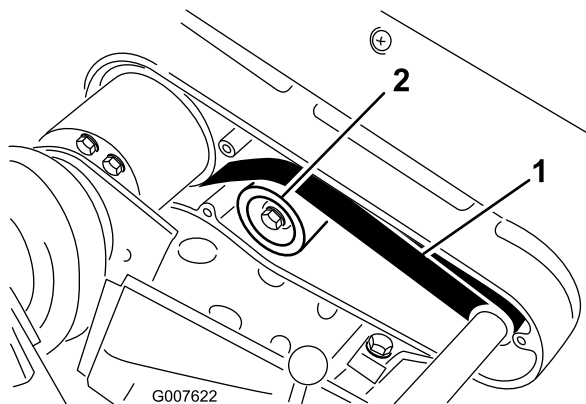

図 37
2. プリー間の中央（図 37）でベルトを 2.3～2.7 kg 程度の力で押して点検します。ベルトのたわみが 6 mm 程度あれば適正です。
- A. アイドラ・プリー固定ナットをゆるめ、プリーをベルトの背に押しつけて、適当な張りを出す（図 37）。